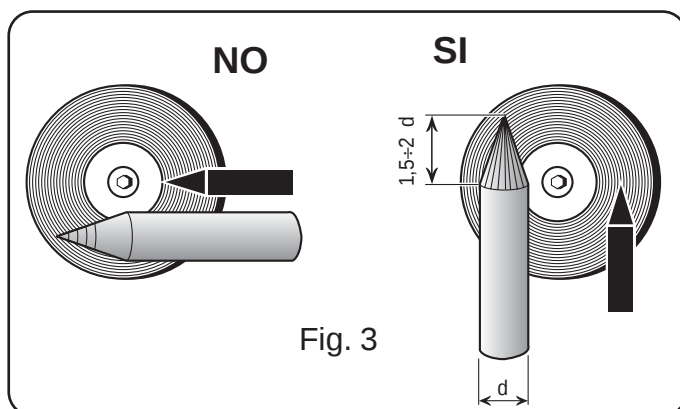

Fig. 3
Det är nödvändigt att vara extra noggrann vid förberedelsen av elektrodspetsen. Smärgla den så att reporna blir vertikala, se fig. 3.
- Smärgla änden på tungstenselektroden så att den blir konisk och 1,5 - 2 gånger längre än elektrodens diameter (fig. 3).